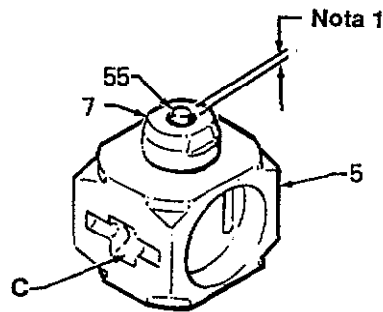

Fig 11-1
6. Installer les rondelles d'arrêt (31) et vis (30) sur l'embase (58) et bien les serrer. Placer un patin en caoutchouc (8) au sommet du cylindre.
**REMARQUE :** Se référer au Figs. 11.1 et 11.2 pour les points 7 à 12.
7. Graisser et installer la douille de soupapes (10). Graisser et installer le logement (5), la rondelle d'arrêt (6) et l'écrou (7) sur la tige d'inversion (55). Ajuster la position du logement (5) et de l'écrou (7) de telle sorte que la tige en dépasse de 1 mm, puis bloquer l'écrou en place.